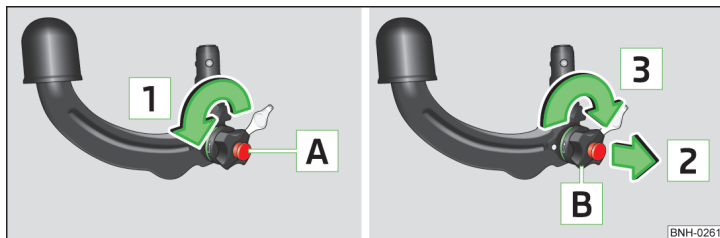

Fig. 101 Reglarea poziției de disponibilitate
- Rotiți cheia **A** în sensul săgeții **1** până la limită » fig. 101.